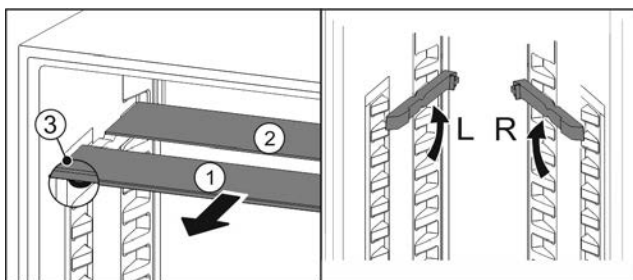

Fig. 19
- ▶ По одной извлеките Fig. 19 (1) стеклянные панели движением вперед.
- ▷ Стеклянная панель Fig. 19 (1) с декоративной планкой лежит спереди.
- ▷ Стопоры Fig. 19 (3) показывают вниз.